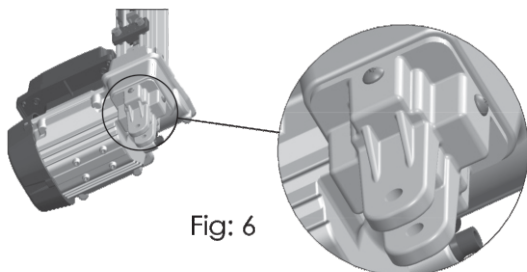

Fig: 6
- 4 - Instale a ponteira no encaixe inferior do motor, fixando com parafusos trilobulares M5 x16 (Fig 6).
4 - Instalar el puntero en el encaje inferior del motor, fijándolo con tornillos trilobulares M5 x16 (Fig 6).